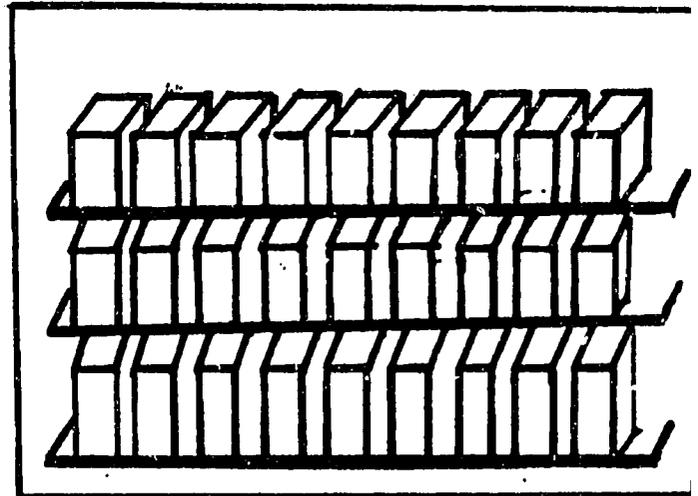

Fig. 22 - Bloques amontonados para el curado de los primeros 5 días.
64. Los bloques deben ser puestos en tabloncillos lisos y limpios, lo suficientemente anchos para sostener los bloques a lo ancho (ver Fig. 22). Si no se tienen dichos tabloncillos, los bloques deben ser colocados en un piso liso cubierto con papel o hojas de modo que no queden en contacto directo con el suelo.